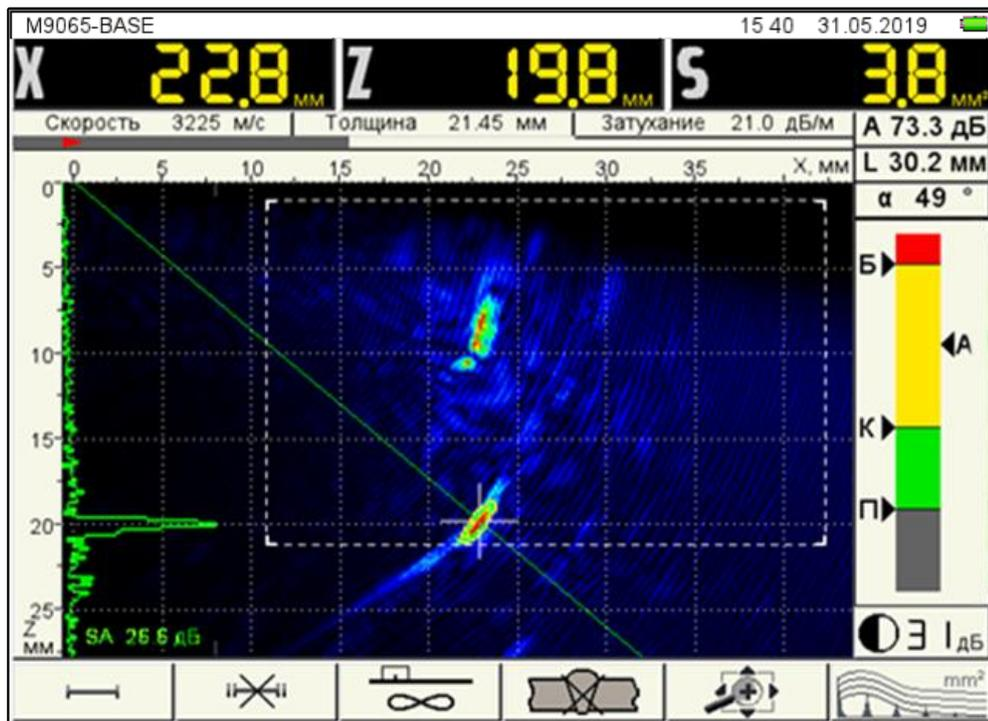

Рисунок 65
**Направляющий угол** – угол между направлением на отражатель и нормалью к поверхности ОК. Направлением на отражатель является луч, исходящий из центра апертуры АР и направленный на отражатель. Этот луч (в математическом смысле, т.к. физически он не существует) проходит на экране через точку с амплитудным значением образа отражателя (рисунок 65). Если включено отображение луча, направленного на образ отражателя, то на экране также прорисовывается линия значений яркости томограммы в каждой точке, через которую проходит этот луч (квази-А-Скан), т.е. линия отображает эхо-сигналы от преобразователя, сфокусированного в каждую точку по лучу.